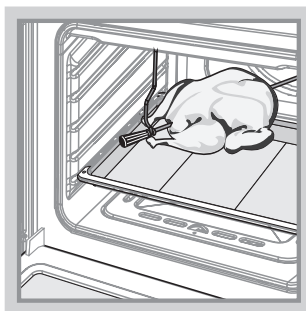

Рис.7
- Насадите на штык кусок мяса или тушку птицы и закрепите его вилами посредством крепежных винтов. Закрепленный на штыке кусок мяса должен находиться точно под грилем (рис. 7).